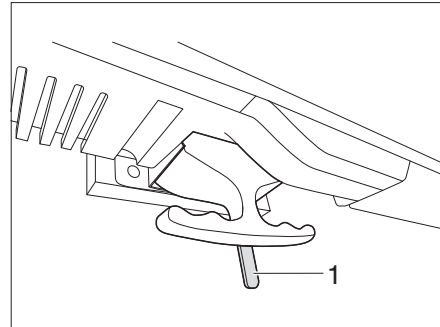

Bild 128 Upplåsning platt bildskärm
- Skjut spaken (Bild 128,1) åt vänster. Spärren är lossad.
- Skjut spaken (Bild 128,1) till mitten. Den platta bildskärmen är spärrad.